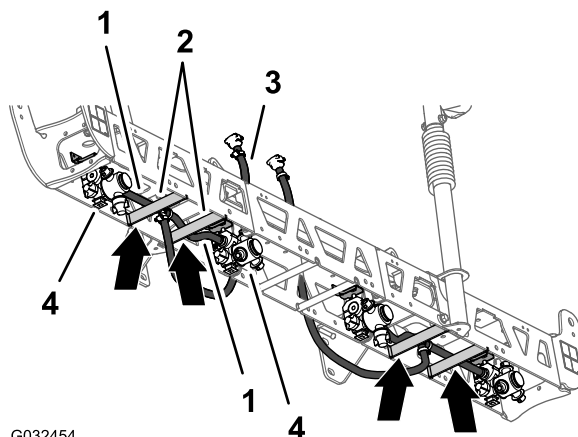
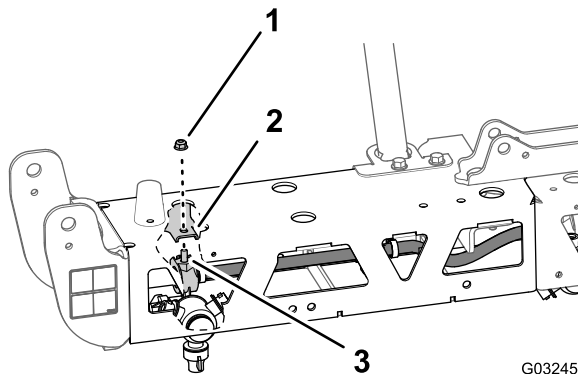

Figura 81
Figura 82
1. Passe o tubo 13 mm e o conjunto do bico entre os tirantes da armação da armação exterior (Figura 81).
2. Passe o tubo e o bico por cima do tirante da armação e para fora para a montagem do bico exterior (Figura 81).
3. Alinhe o parafuso de cabeça sextavada (5/16 x 3/4 pol.) do bico do pulverizador através do orifício na montagem do bico e prenda sem apertar o bico na montagem com uma porca de bloqueio flangeada (5/16 pol.) do kit de acabamento de sistema de pulverização GeoLink (Figura 82).
4. Passe o outro tubo (13 mm) e o conjunto do bico entre os tirantes da armação da armação exterior (Figura 81).
5. Passe o tubo e o bico por cima do tirante da armação e para dentro para a montagem do bico interior (Figura 81).
6. Alinhe o parafuso de cabeça sextavada (5/16 x 3/4 pol.) do bico do pulverizador através do orifício na montagem do bico (Figura 82) e prenda sem apertar o bico na montagem com uma porca de bloqueio flangeada (5/16 pol.) que retirou nos passos 1 e 4 de Remover os bicos do pulverizador \(página 33\).
8. Passe o tubo e a ligação roscada 13 x 810 mm para a lateral da secção da rampa central com os suportes esquerdo e direito (Figura 81).
9. Repita os passos 1 a 8 para o outro tubo e conjunto do bico na outra armação exterior (Figura 81 e Figura 82).